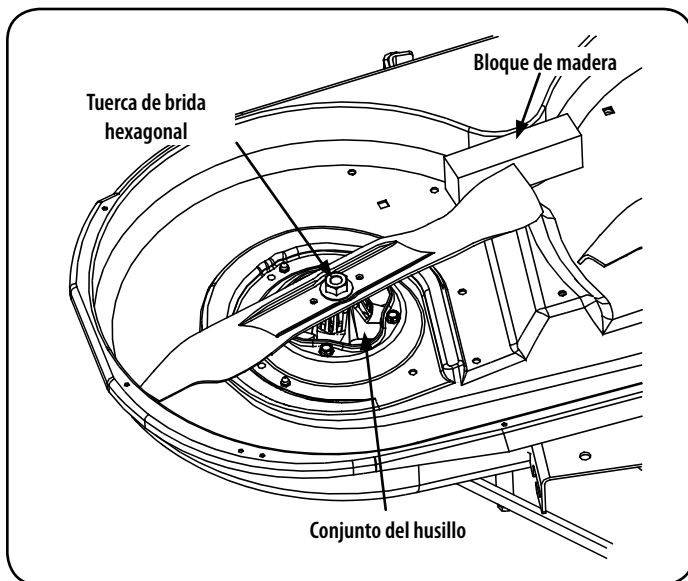

Figura 31
2. Use una llave de $15/16$ " para sostener la tuerca hexagonal en la parte superior del conjunto del husillo cuando afloje la tuerca hexagonal que fija la cuchilla. Se puede colocar un bloque de madera entre el alojamiento de la plataforma y el borde de corte de la cuchilla para ayudar a aflojar la tuerca hexagonal que fija la cuchilla. Vea la Figura 31.